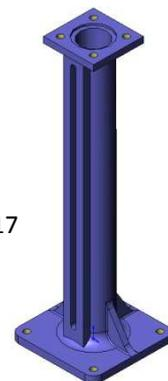

fig. 17
- Colonnes de manœuvre droite (fig. 17)